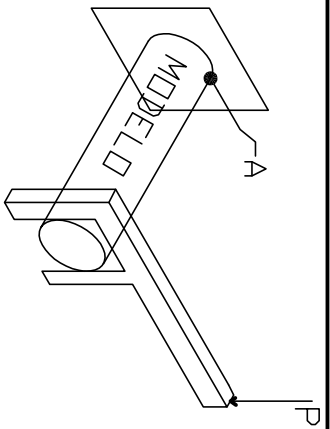

Figura 1.-
- 1.- La figura 1 muestra un pequeño cilindro presurizado, esta fijo en uno de sus extremos y sujeto a la acción de una llave para tubos en el otro. La presión interna causa un esfuerzo circunferencial de 400 MPa y un esfuerzo longitudinal de 200 MPa. La llave produce un esfuerzo cortante de 200 MPa en el punto A considerado a) Trace un circulo de Mohr que represente el estado de esfuerzos en el punto A. a) ¿Cuál es el esfuerzo cortante máximo en el punto A?